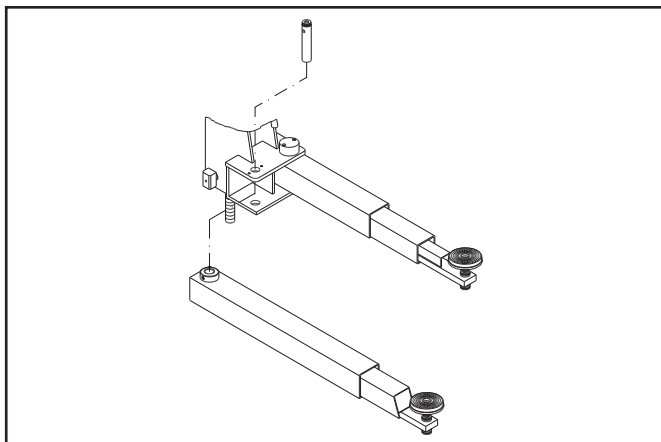

Fig.40 - Abb.40
- 2 - Montare i bracci nei supporti dei carrelli come da schema Fig.40
- 2 - Fit the arms into the carriage brackets as shown in Fig.40.
2 - Enfiler les bras entre les oreilles des chariots comme sur le schéma de la fig. 40
2 - Die Arme wie auf Abbildung 40 dargestellt in die Halterungen der Schlitten einsetzen.
2 -Montar los brazos en los soportes de los carros como indica el esquema Fig. 40.